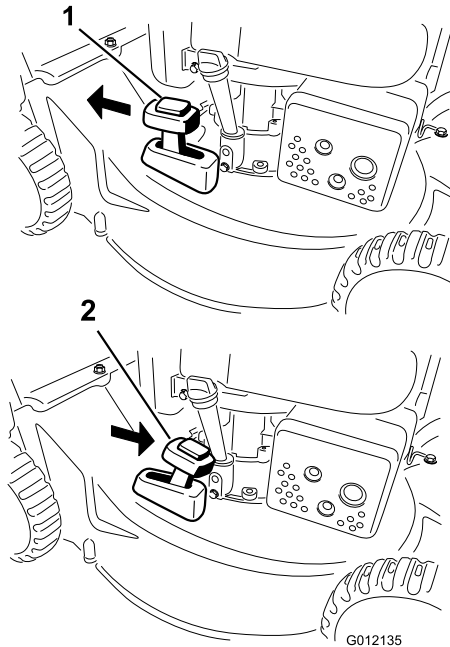

Bild 18
Schieben Sie den Hebel für den Recycler/Grasfangkorb für das Recycling des Schnittguts auf die Stellung **Recycling** (Bild 18).
2. Setzen Sie den Fangkorb ein, siehe Entfernen des Fangkorbs (Seite 12), und stellen den Hebel für den zuschaltbaren Fangkorb auf die Stellung **Fangkorb** (nur Modell 20836) wie in Bild 18 dargestellt.
Hinweis: Nehmen Sie ggf. den Fangkorb von der Maschine ab, bevor Sie das Schnittgut hinten auswerfen, siehe Entfernen des Fangkorbs \(Seite 12\). Der Hebel für den zuschaltbaren Grasfangkorb sollte in der Stellung **Fangkorb** (nur Modell 20836) sein, wie in Bild 18 dargestellt.